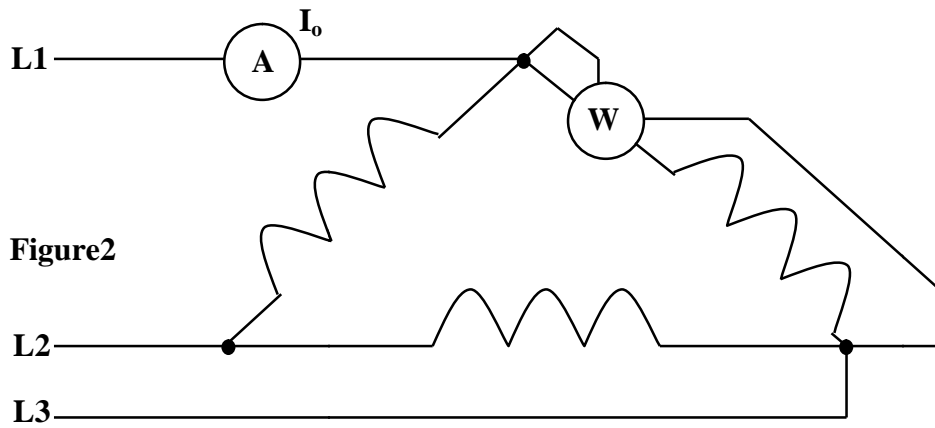

Figure2
**2-4-2- On a réalisé le montage de la figure 2 (voir dossier technique)**